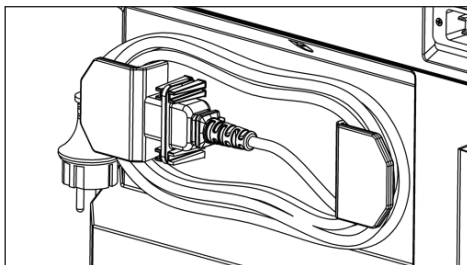

Fig. 6: Posición de almacenamiento del cable
- ▶ Guarde el cable en la posición de almacenamiento (Fig. 6). Asegure el enchufe con la abrazadera de cable suministrada.